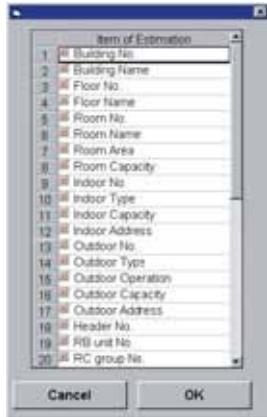

Рис. 7.1.8
Нажать "Перечень" (Item List) (8). Пользователь может выбирать элементы из списка (рис. 7.1.8). Рядом с требуемыми элементами ставятся флажки. После сохранения данных внесенные изменения будут отражены в окне 5.